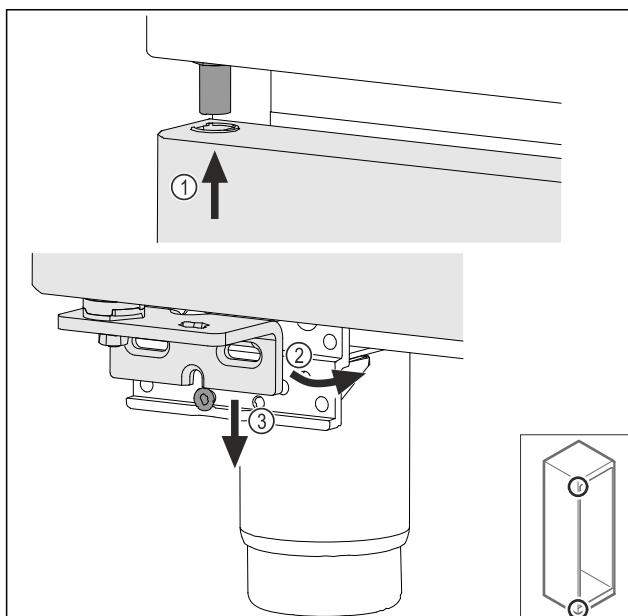

Fig. 39
- Зачепити двері зверху під нахилом Fig. 39 (1), вирівняти двері прямо Fig. 39 (2) і знизу встановити на гвинт Fig. 39 (3) опорного кронштейну.